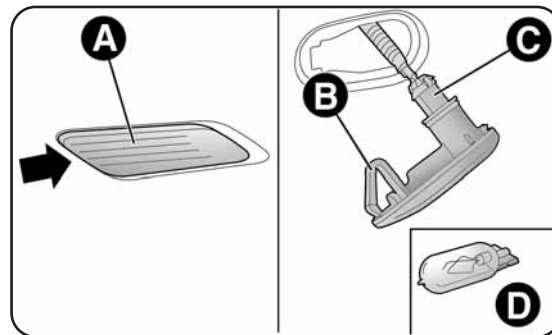

fig. 19
- agire sul trasparente A-fig. 19 in modo da comprimere la molletta interna B, quindi sfilare il gruppo verso l'esterno;